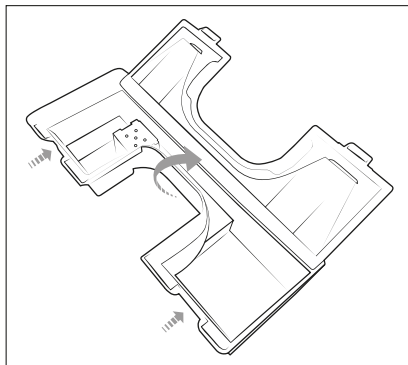

Fig. 11
- 4) Tenez le réservoir d'eau sale **13** au-dessus d'un évier et poussez successivement les deux boutons de déverrouillage latéraux vers le haut (voir fig. 11). Ouvrez le couvercle du réservoir d'eau sale **13** et videz l'eau sale.